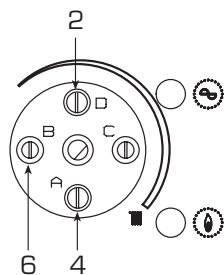

Рис. 2
- 1) Повернуть **против часовой стрелки**, до конца шкалы, триммер мощности отопления B (6 Рис. 2).
- 2) С помощью триммера регулировки минимальной мощности вентилятора A (4 Рис. 2) откалибровать сигнал воздуха пока не будет достигнуто значение ммН₂O, как это указано на таблице:
- 4) С помощью триммера регулировки максимальной мощности вентилятора D (2 Рис. 2) откалибровать сигнал воздуха пока не будет достигнуто значение ммН₂O, как это указано на таблице: